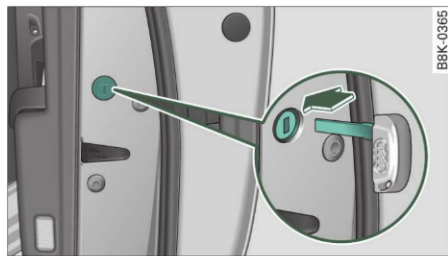

Fig. 29 Ușa: Încuierea de urgență
- Scoateți capacul de pe orificiu ⇒ fig. 29.